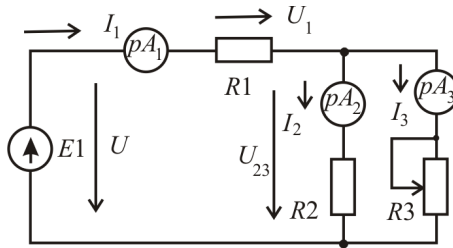

Рис. 2.3.
Последовательно-параллельная цепь, приведенная на рис. 2.3, является комбинацией участков, соединенных последовательно и параллельно. К отдельным участкам такой цепи применимы соотношения между напряжениями, токами и сопротивлениями, имеющими место в последовательной и параллельной цепях.
Ток в каждой из параллельных ветвей может быть найден по формуле разброса токов в параллельных ветвях, например, для схемы рис. 2.3:
3. Для схемы на рис. 2.3 запишите формулы зависимостей  $I_1 = f(R_3)$ ,  $I_2 = f(R_3)$ ,  $I_3 = f(R_3)$ ,  $P_3 = f(R_3)$ . Постройте по этим формулам графики.
3. Соберите электрическую цепь по схеме на рис. 2.3.